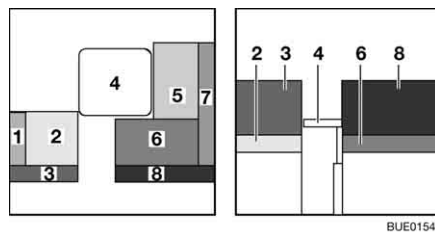

Fig. 139 Antes de la transformación
- Transformar la mesa (Fig. 139,4) en base de cama (véase apartado 6.12).
- Quitar el cojín del respaldo (Fig. 139,1) y ponerlo a un lado.